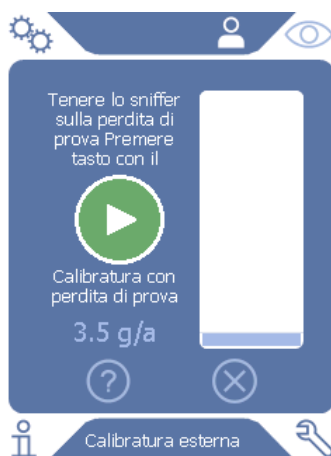

Fig. 14: Visualizzazione in caso di calibratura esterna
- 2 Immettere il tasso di perdita per la calibratura per il gas di prova e confermare con . In alternativa è possibile impostare il tasso di perdita desiderato tramite la visualizzazione di calibratura sul touch screen (vedi "Fig. 14: Visualizzazione in caso di calibratura esterna", pagina 45).